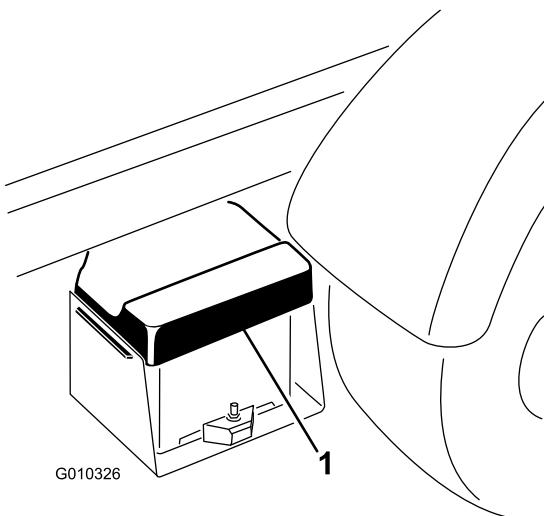

Figura 51
1. Stringete il coperchio della batteria per liberare le lingue dalla cassetta della batteria, quindi rimuovete il coperchio della batteria dalla cassetta della batteria stessa (Figura 51).